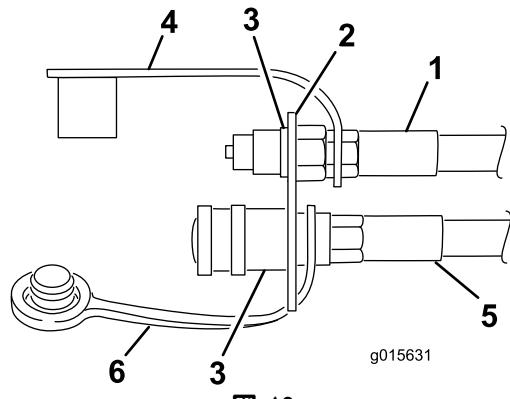

図 12
3. ホースアセンブリをメスカップラに固定する(図12)。
4. ダストキャップ(図12)のループ部に、後バルブフィッティングから来ている油圧ホースを通す。
6. ホースの端部をカップラブラケットの上穴に通す(図12)。